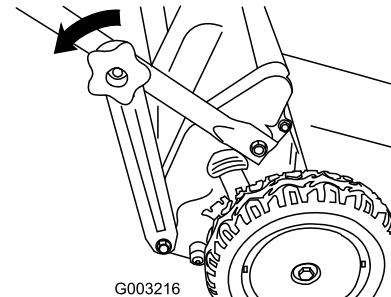

Figure 17
1. Retirez les boutons de fixation des supports aux extrémités de la partie inférieure du guidon (Figure 17).